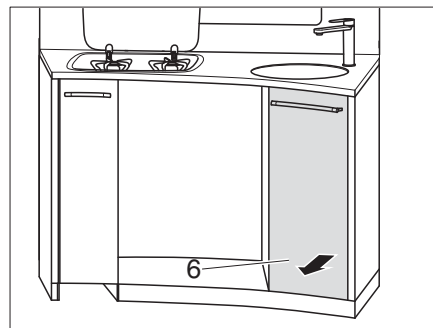

Bild 120 Hohe Küchenschublade herausnehmen
- Hohe Küchenschublade (Bild 120,6) herausnehmen.